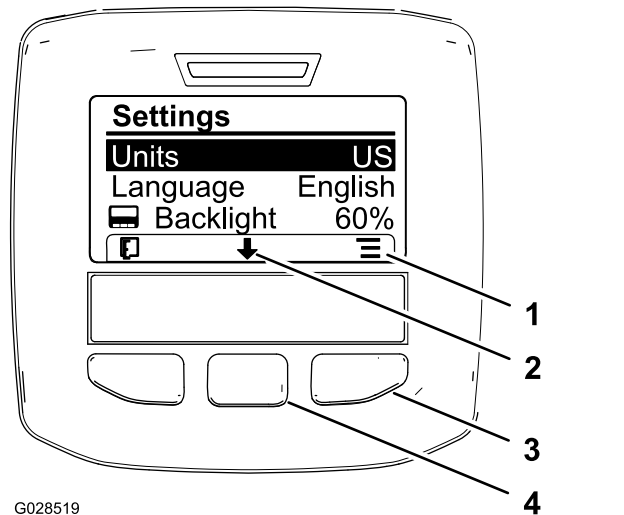

Figura 9
1. Pentru a schimba unitatea de măsură, utilizai butonul de selectare centru pentru a derula la opțiunea UNITS (Unități) (Figura 9).
2. Apăsai butonul de selectare dreapta pentru a schimba unitățile de măsură enumerate (Figura 9).
1. Pentru a schimba limba utilizată pe afișaj, apăsați butonul de selectare centru (butonul de sub săgeata în jos de pe afișaj) pentru a muta opțiunea selectată la Limbă (Figura 9).
2. Apăsai butonul de selectare dreapta (butonul de sub pictograma listei de pe afișaj) pentru a evidenția limba afișată utilizată pe afișaj (Figura 9).